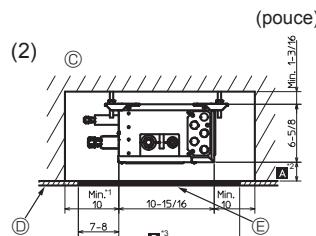
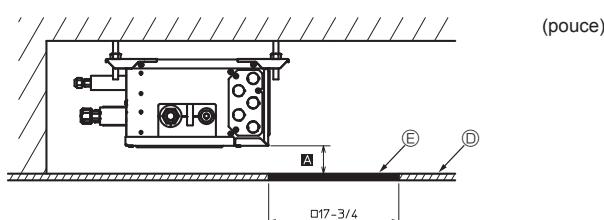

Fig. 4-7
Fig. 4-8
(2) Vue de profil (Fig. 4-7, Fig. 4-8)
Si la valeur est de "□ 17-3/4 pouces (450 mm)", préparez un orifice d'entretien du côté de la carte de circuit intégré (comme illustré à la Fig. 4-8) et la distance Ⓒ doit correspondre à "11-13/16 pouces (300 mm) minimum".